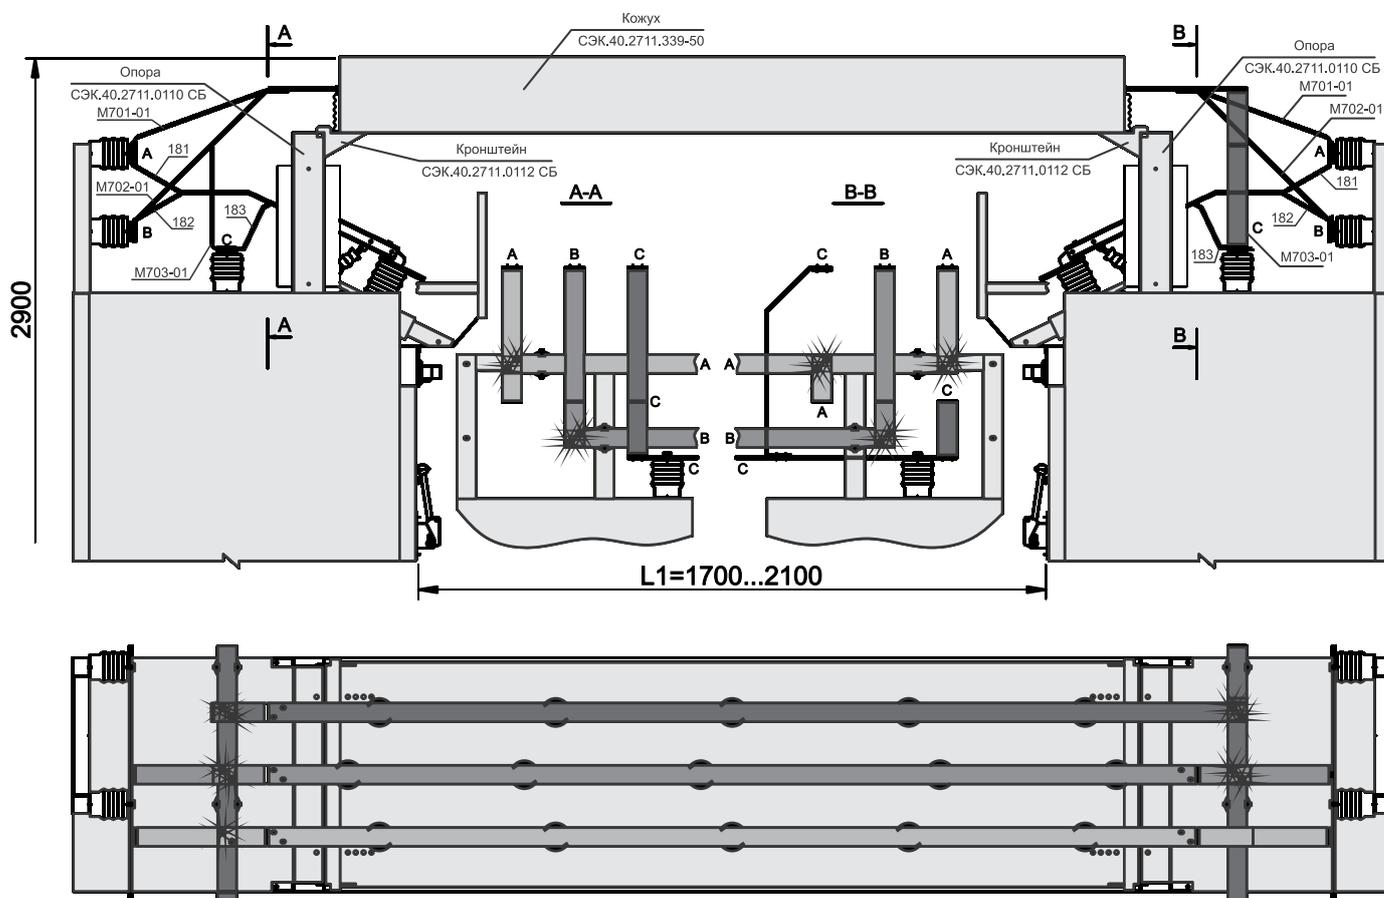

Рисунок 14.1. Шинный мост без несущей рамы
- шинный мост без несущей рамы (рисунок 14.1) применяется, когда ширина прохода не более 2,1м и на шинный мост не устанавливаются разъединители